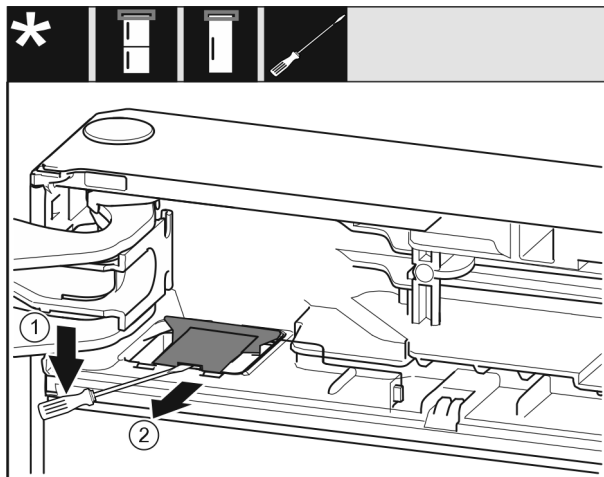

Fig. 11
- Nxirrni nga foleja kapakun mbulues Fig. 11 (1) me një kaçavidë me kokë petë dhe ngrijeni lart.
- Nxirrni jashtë kapakun mbulues Fig. 11 (2).